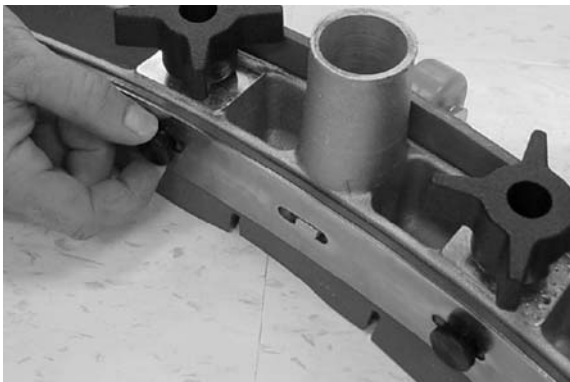

FIG. 39
2. Retirez les six vis à oreilles maintenant le système de retenue et la lame de racloir sur le châssis du racloir. Faites pivoter bout à bout la lame de racloir afin de placer un nouveau bord sur l'avant de la machine. Assurez-vous que le bord cranté de la lame se trouve vers le bas (Figure 39).